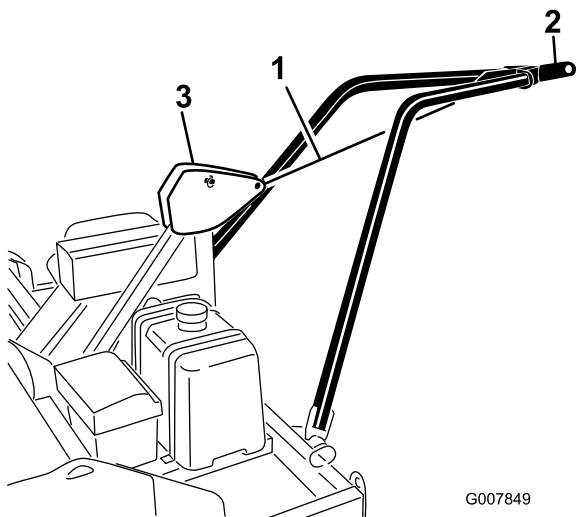

Figura 12
- 2. Utilizzando una fune da traino o una corda, fissare la piastra di fissaggio del braccio di traino al perno girevole di attacco del telaio sollevando contemporaneamente il braccio di traino per eseguire l'installazione (Figura 12).